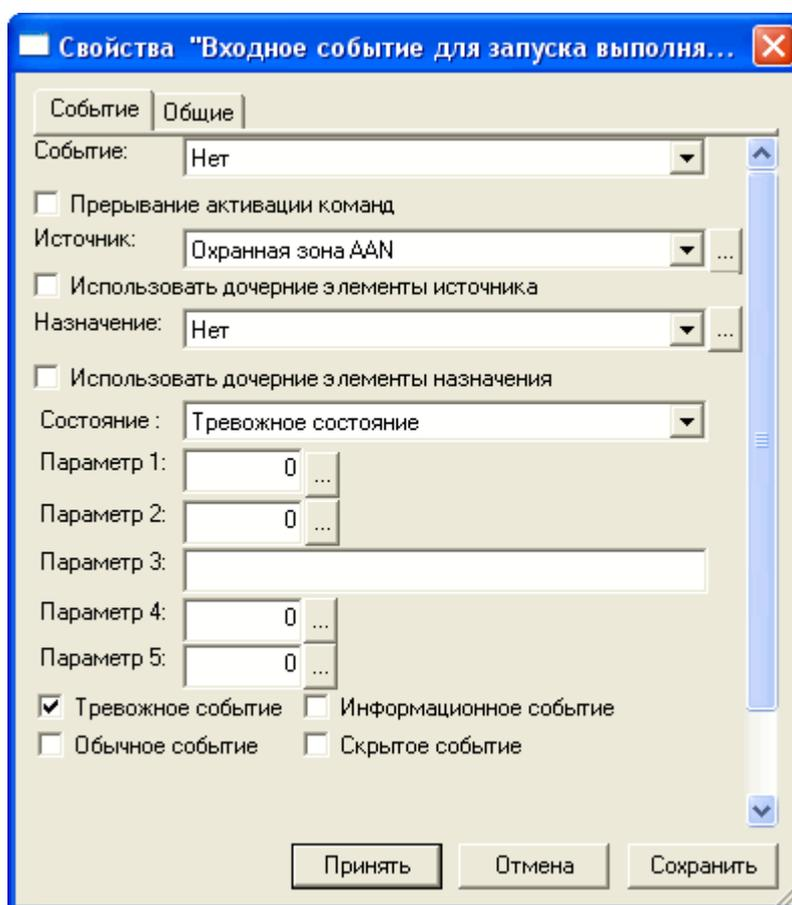

Рисунок 4 — Добавление **Входного события** для запуска выполняемых команд
- К элементу **Задание на автоматическое управление** добавьте элементы **Входное событие для запуска выполняемых команд** и **Выполняемая команда**. На вкладках **Общие** этих элементов откорректируйте их имена. На их вкладках **Событие** (рисунок 4) укажите: